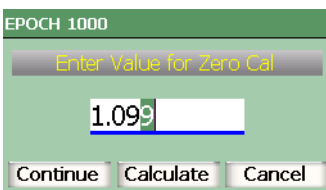

Рис. 3-24 Редактирование значения в диалоговом окне
1. Чтобы отредактировать значение параметра в диалоговом окне, представленном на Рис. 3-24 на стр. 86, поместите курсор на цифру, которую необходимо изменить, при помощи клавиш [ВЛЕВО] или [ВПРАВО].